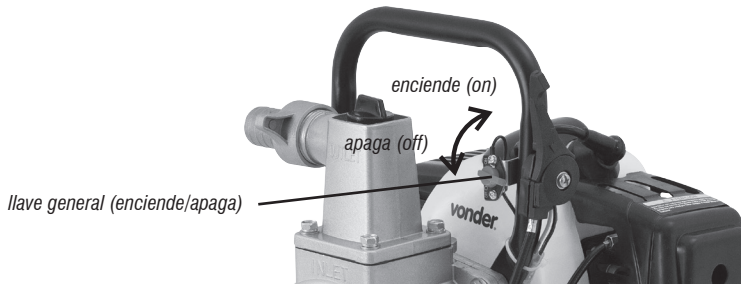

Fig. 9 – Llave general (enciende/apaga)
La llave enciende/apaga es utilizada para encender o apagar el circuito de ignición del motor. Cuando vaya a encender el motor coloque la llave en la posición ON (enciende) y cuando vaya a apagar el motor coloque la llave en la posición OFF (apaga) (fig. 9).
- 6 – Coloque la llave general para la posición ON (encendido) (fig. 9);